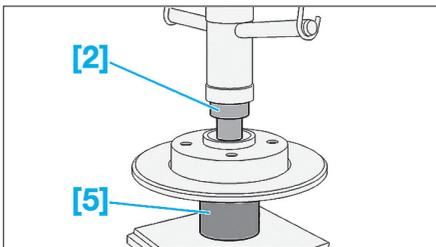

Fig. 50
- Mettre en place les outils [2] et [5] (Fig.50).